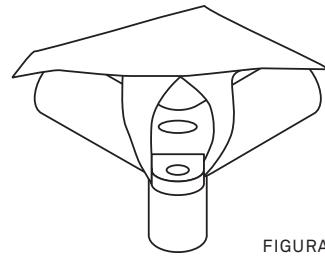

FIGURA 4
- Coloque la lona del techo sobre la estructura. Tire de los bucles de nailon sobre las esquinas como se indica en la figura 4. En una de las esquinas hay un cordón para facilitar la colocación del último bucle.